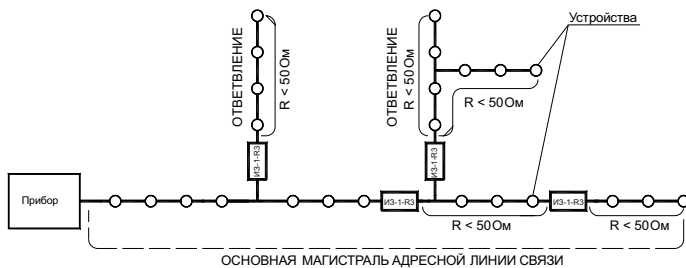

Рисунок 3 – Радиальная АЛС
– разрывать радиальную АЛС (рисунок 3) в месте установки изолятора, ближайшего к точке короткого замыкания. Это локализует участок после изолятора и оставляет работоспособным участок АЛС между прибором и сработавшим изолятором шлейфа;
- радиальной АЛС (рисунок 3);